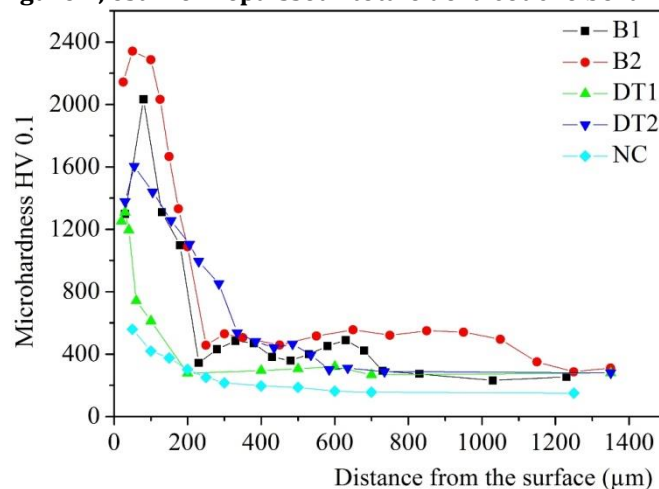

Figure 1. Profile de microdureté Vickers (Fn=50g)
Soit un acier de type 25CD4 subissant une nitrocarburation ferritique en bain de sels à la température 580°C/ à des temps allant de 1h à-6h avec une séquence de 1h. Les tests de microdureté Vickers sur des coupes transversales polies et attaquées $HV=f(\text{Profondeur})$ ont donné le profil suivant (Fig.1, traitement NC).
3. Tracer les profils H_{μ} et concentration en f(X) pour ces deux types d'aciers, s'il y'a changement expliquer les raisons.
5. D'après la figure 1, estimer l'épaisseur totale de la couche borurée (B1 et B2)